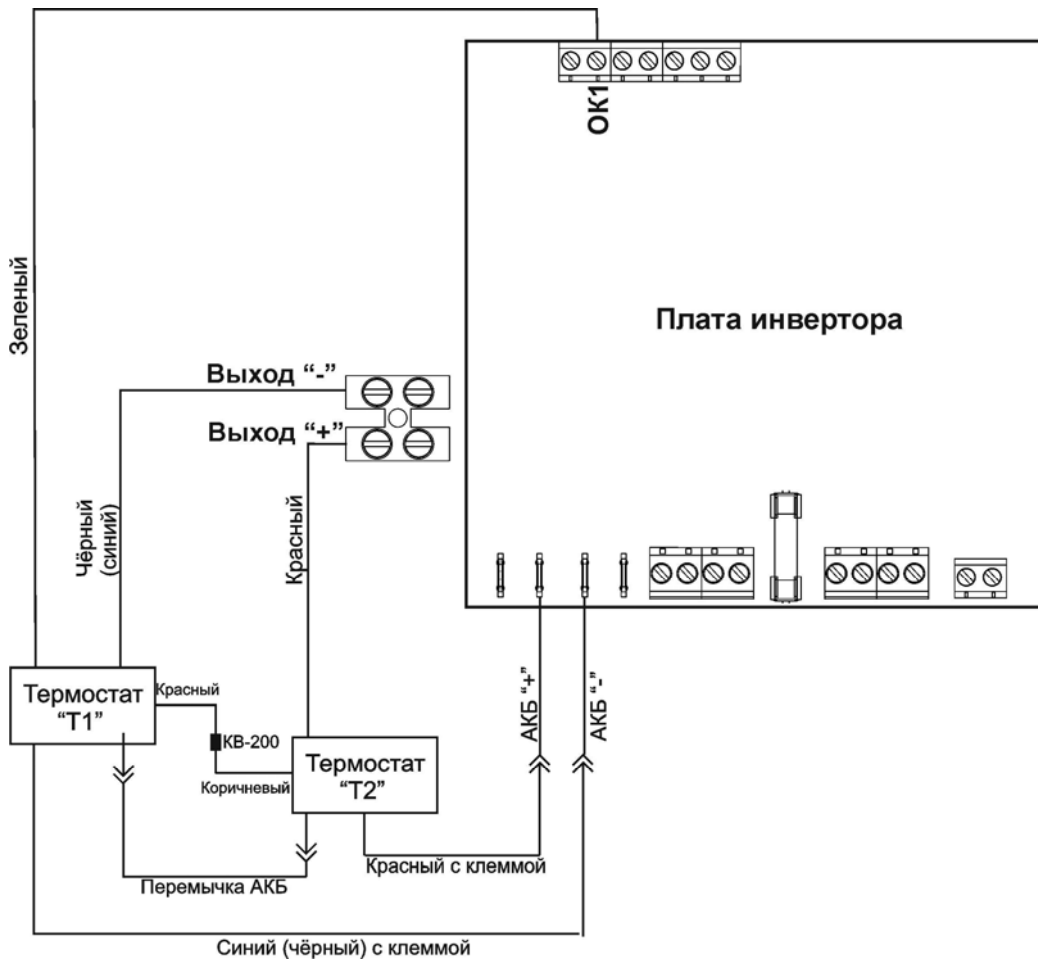

Рис.4
- соблюдая полярность, подключить АКБ — провод красного цвета к клемме «ПЛЮС» одного аккумулятора, провод черного цвета к клемме «МИНУС» другого аккумулятора (см. Приложение, рис. 4).
- при необходимости подключить устройство обогрева АКБ к соответствующим контактам колодок на плате инвертора и колодки установленной на радиаторе соблюдая полярность согласно рис.4б (также внимательно изучите руководство по эксплуатации устройства обогрева АКБ);
- Подключить аккумуляторную батарею (соединить аккумуляторы в АКБ перемычкой (входит в комплект поставки) согласно Приложению, рис. 4 а.